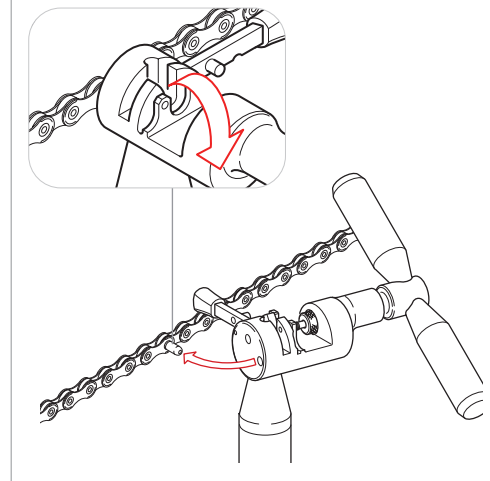

Fig.16
- Insérez la portion de guidage qui dépasse dans le trou prévu à cet effet à la base de l'outil, puis cassez-la avec une flexion (Fig. 16).